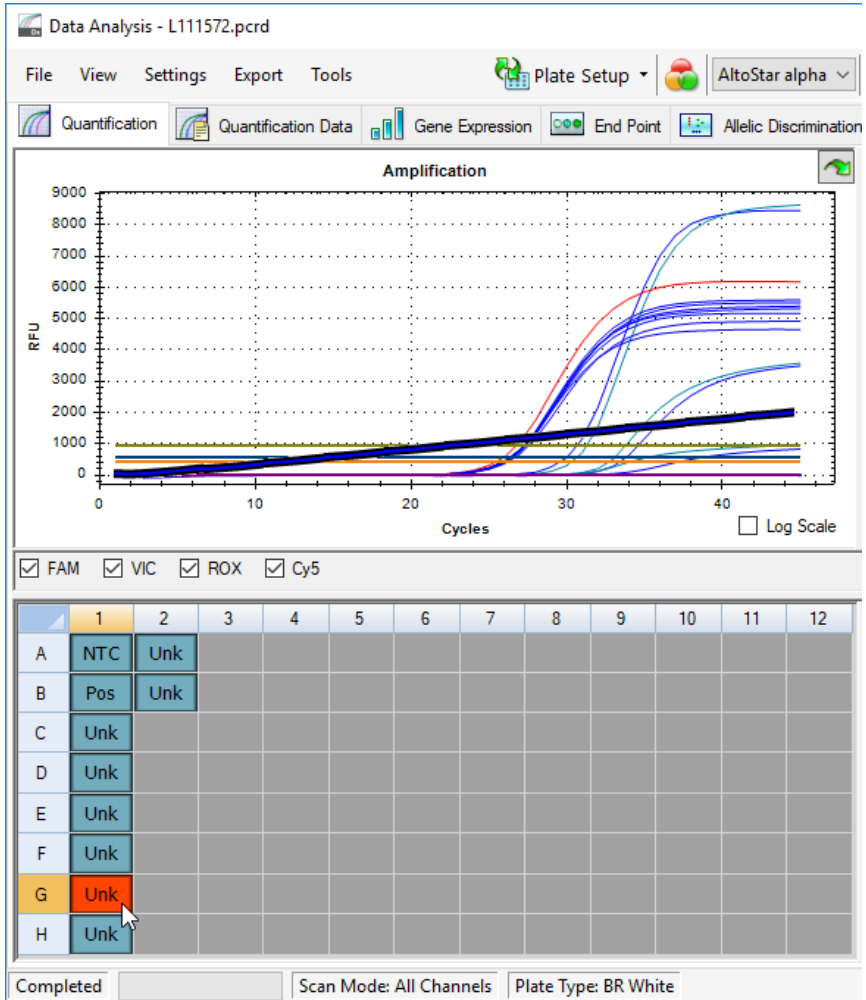

Figura 6: Ventana Data Analysis (análisis de datos): señal de PCR irregular
- Identifique pocillos con señales de PCR irregulares (aumento de señal lineal, picos de señal, etc.) en cualquiera de los canales de detección FAM™ (VZV objetivo), VIC™ (IC), Cy5 (HSV-2 objetivo) o ROX™ (HSV-1 objetivo) (consulte la figura 6).